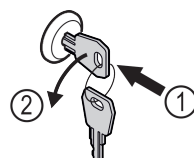

Fig. 161
- Insérer la clé. Fig. 161 (1)
- Tourner la clé à 90° dans le sens antihoraire. Fig. 161 (2)